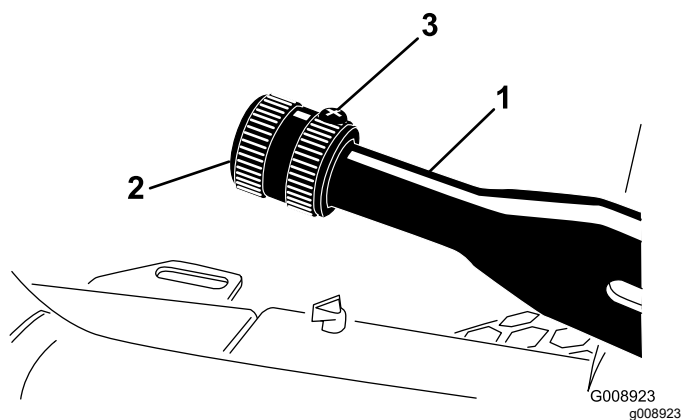

Bild 62
2. Lösen Sie die Stellschraube, mit der das Handrad am Feststellbremshebel befestigt ist (Bild 62).